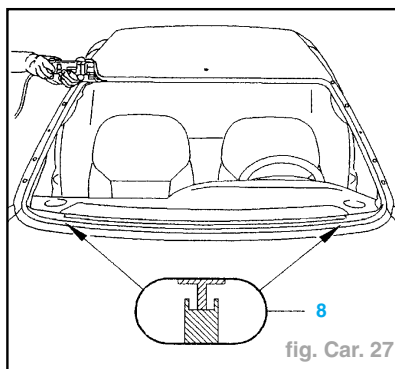

fig. Car. 27
- Poser les 2 cales (8) (fig. Car. 27).